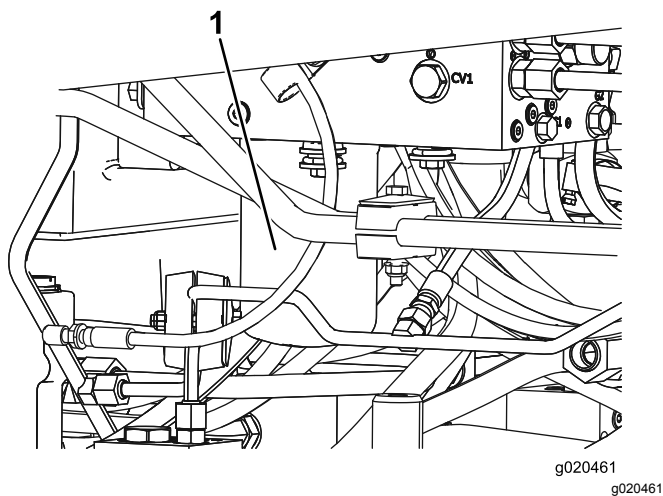

Figura 100
5. Ripetete l'operazione sull'altro filtro (Figura 100).